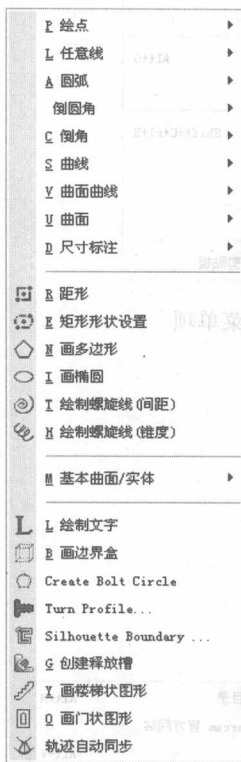

图 1-6 创建菜单项
(5) 【绘图】: 利用该菜单, 用户不仅可以非常方便地创建点、直线、圆弧、曲线、面等二维图素, 还可以创建空间曲线以及规则实体和规则曲面等图素。此外还提供了尺寸标注等功能, 如图 1-6 所示。
所示。其下拉菜单如图 1-6 所示。